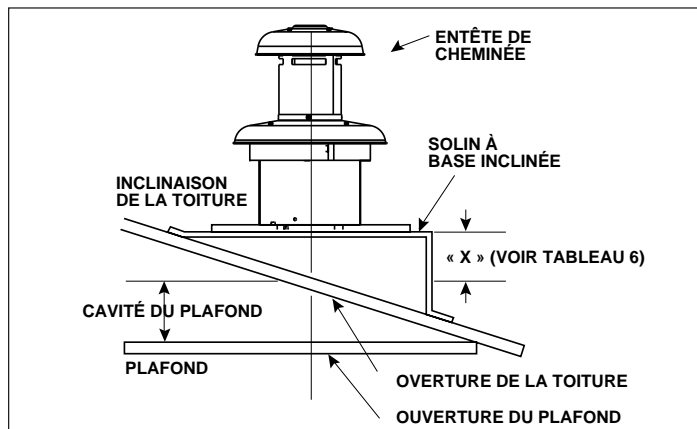

Figure 7
- Ajouter les dimensions A + B (et X du tableau 6 et la figure 7 si un solin de toiture à base inclinée est utilisé). La longueur totale (A + B + X) doit être entre le minimum et le maximum d'une des entêtes de cheminée indiquées au tableaux 5a et 5b.